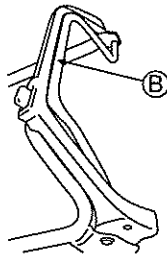

Abb. 18.
4 Drücken Sie den Kupplungshebel (B) nach vorne, um mit dem Mähen zu beginnen. (Siehe Abb. 18.)